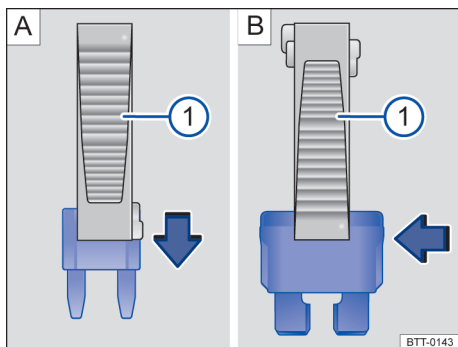

Fig. 182 Quitar o instalar un fusible con la garra de la pinza de plástico ①.
- De ser necesario, retirar la pinza de plástico → **fig. 182** ① de la cubierta de la caja de fusibles.
- En caso de *fusibles pequeños*, encajar la garra ① por encima → **fig. 182 A**.
- En caso de *fusibles mayores*, empujar la garra ① lateralmente sobre el fusible → **fig. 182 B**.
- Si el fusible está quemado, sustituir el fusible por uno nuevo de la *misma* intensidad de corriente (mismo color e inscripción) y del *mismo* tamaño → ①.